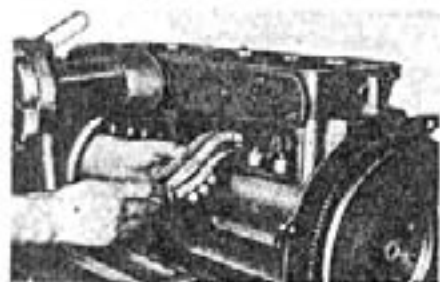

fig. 8 — remoção das chavetas das válvulas de escapamento
2. Comprimir a mola pelo prato de retenção usando o alicate de expansão tipo universal mostrado na fig. 8 e retirar as duas chavetas.
6. Comprimir a mola com a ferramenta mostrada na fig. 8 e instalar as duas chavetas.